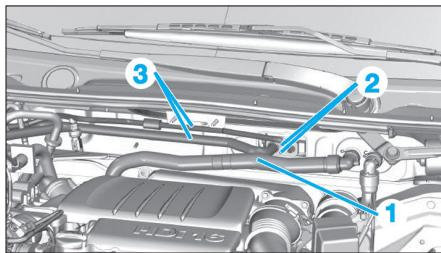

Fig. 9
- Dégrafer et désaccoupler la durit d'aérotherme (1) (Fig.9).
- Déposer les 2 écrous (2) des tuyaux de réfrigérant (3).
- Désaccoupler les tuyaux de réfrigérant (3).